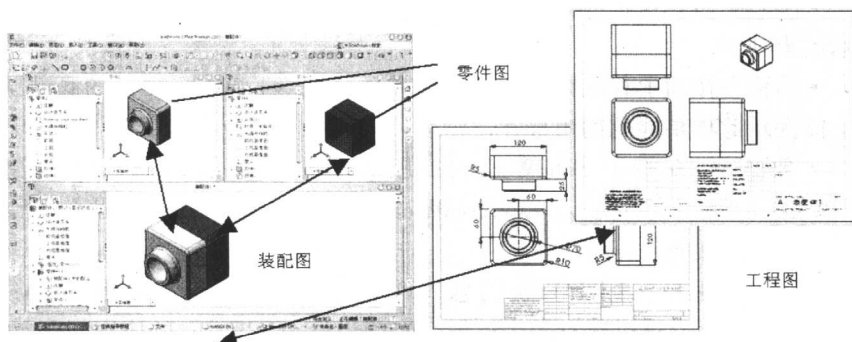

图 1-1-3 SolidWorks 的三种文件：零件图、装配图、工程图
3. SolidWorks 模型是由零件、装配体及工程图组成（如图 1-1-3 所示），三者具有联动关系。零件、装配体和工程图是一个模型的不同表现形式，对任意一个的改动都会使其他两个自动跟着改变。在三维设计系统中，零件、装配体和工程图是相关的，即假设在零件图中修改了某尺寸的大小，你会发现，在装配图或工程图中，该尺寸也发生了相同的变化。如果该零件设计用于模具加工，那么，由零件生成模具或加工代码也随之发生了变化。